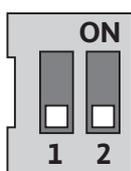

Fig. 35: Conmutador DIP
Los conmutadores DIP (Fig. 14, pos. 6/ Fig. 35) se encuentran debajo de la tapa de la carcasa.